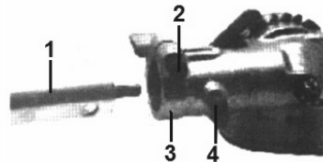

Fig.HT15
2. Lubrifier le carter d'engrenage. (Fig.HT15).